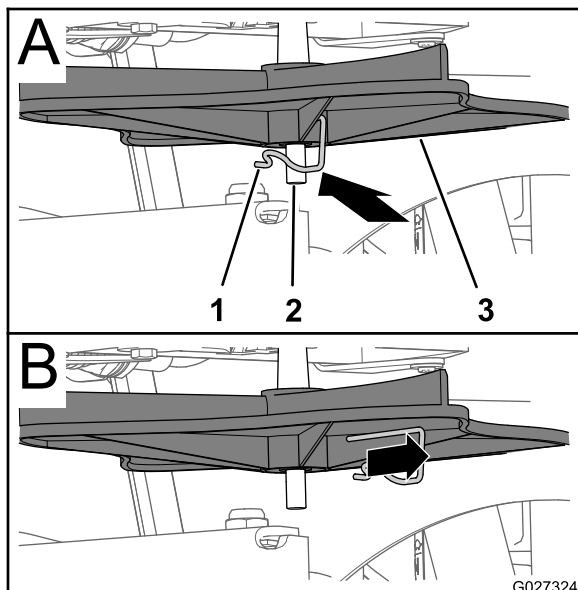
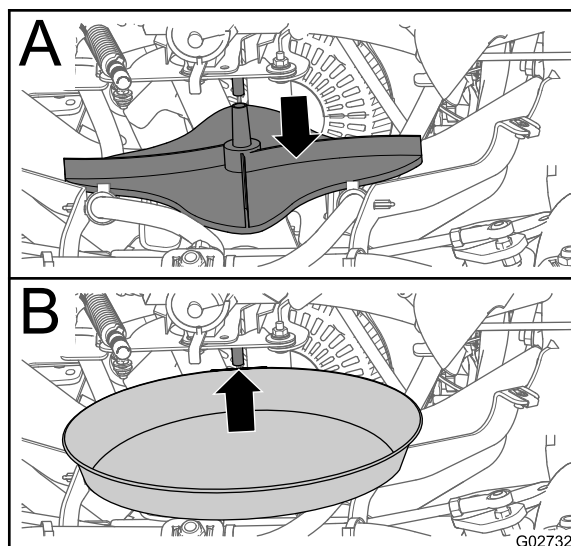

Figure 33
Figure 34
4. Retirez la goupille d'entraînement qui fixe la turbine à l'arbre du moteur de turbine et déposez la turbine de l'arbre (**Figure 33** et **Figure 34**).
5. Placez un bac de faible profondeur sous l'arbre du moteur de turbine (**Figure 34**).